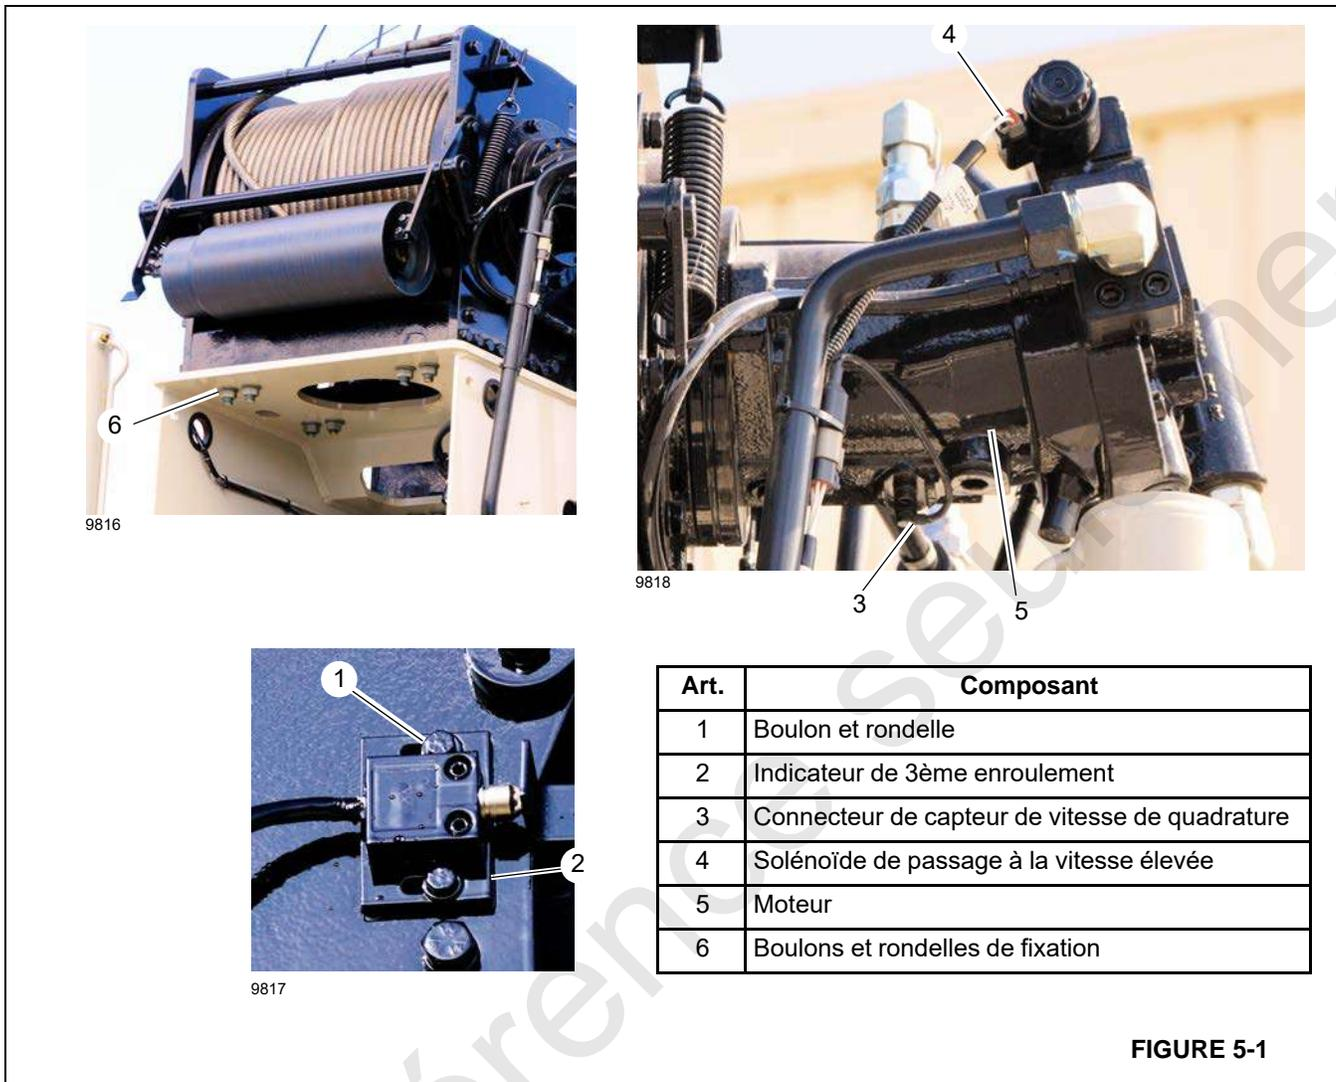

FIGURE 5-1
3. Enlever les deux boulons (1, Figure 5-1) et retirer l'indicateur de 3ème enroulement (2) du treuil.
4. Débrancher les connecteurs du solénoïde de passage à la vitesse élevée (4) et du capteur de vitesse de quadrature (3) du treuil.
7. Retirer les boulons de montage et les rondelles (6) du treuil.